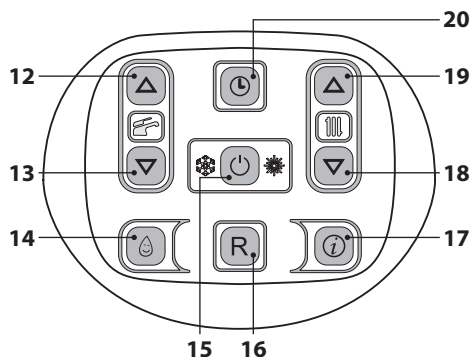
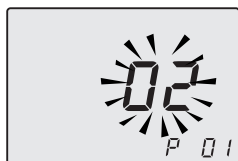

Figura 5.41
Figura 5.42
- Entre en la "modalidad de programación" pulsando simultáneamente durante 10 segundos los botones 15 - 18 - 19 (Figura 5.41) hasta que aparezcan en el display LCD las letras **P01** y el valor del parámetro, indicando que se ha entrado en el "parámetro 01" (Figura 5.42).
- Pulsando el botón 15 (Figura 5.41) se confirma el valor introducido.